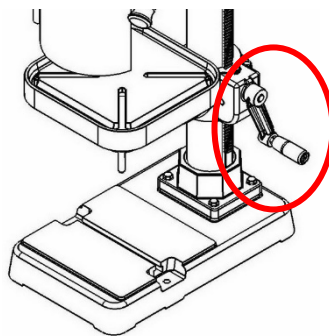

Figure 20
(2) Quindi ruotate la maniglia del tavolo nella posizione corretta. (**Figure 20**)